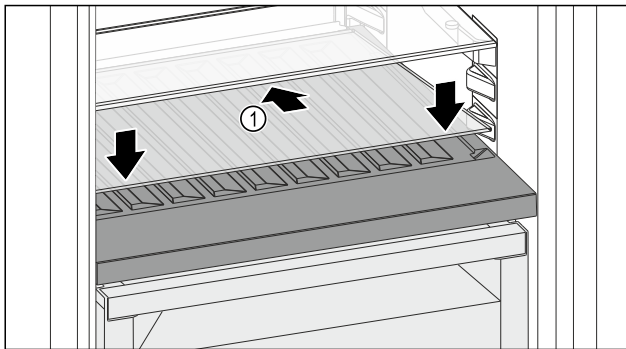

Fig. 98
- Glasplaat Fig. 98 (1) schuin naar achteren en naar beneden plaatsen.
- Glasplaat Fig. 98 (1) aan de voorzijde laten zakken.